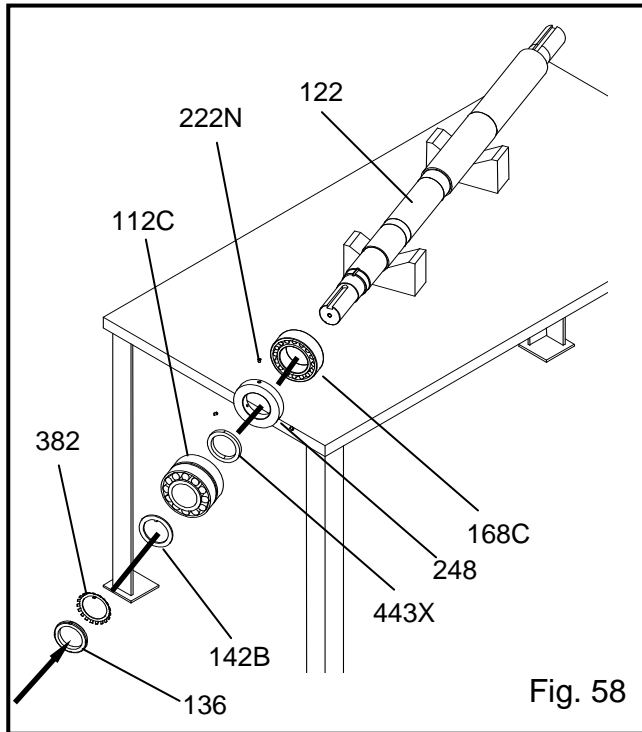

Fig. 58
6. Chauffer le roulement radial intérieur (168C) à 225 °F (107 °C) dans un réchauffeur à induction. Glisser le roulement côté entraînement de l'arbre (122) et l'emmancher pour le faire reposer à ras et bien perpendiculairement à l'épaule intérieur, voir Fig. 58.